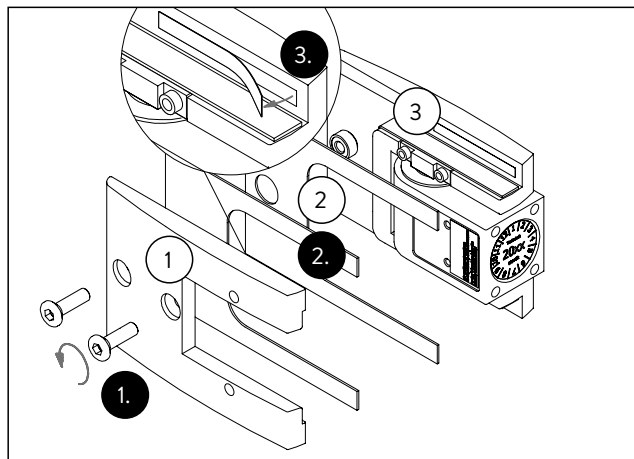

Fig. 14 Preparación de las bisagras de doble acción
1. Destornillar la contraplaca (Fig. 14/1).
2. Seleccionar las juntas intermedias (Fig. 14/2) adecuadas según el espesor del vidrio (consultar la tabla en el capítulo 4.2).
3. Retire las láminas protectoras de las cintas adhesivas de la placa soporte (Fig. 14/3) y la contraplaca.